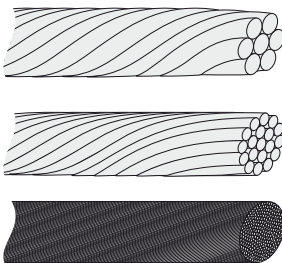

Abbildung 2.17 Kabel mit verschiedenen Leitern (von oben nach unten): mehrdrähtig, feindrähtig und feinstdrähtig
5. Die drei Netzleiter (L1, L2, L3) und den Schutzleiter (PE) entsprechend den Markierungen an die Klemmenleiste anschließen. Der Schutzleiter wird mit dem in Abbildung 2.17 abgebildeten Symbol gekennzeichnet.